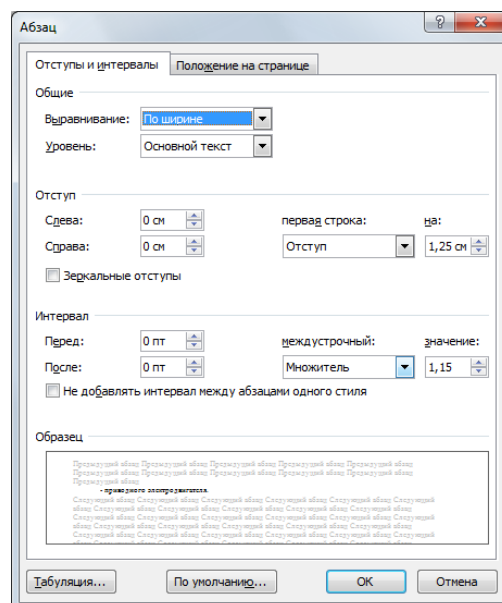

Рисунок 4.2 — Абзацный отступ и значение межстрочного интервала
- абзацный отступ текста устанавливается значением 1,25 см, значение межстрочного интервала устанавливаются с множителем 1,15 (рисунок 4.2);